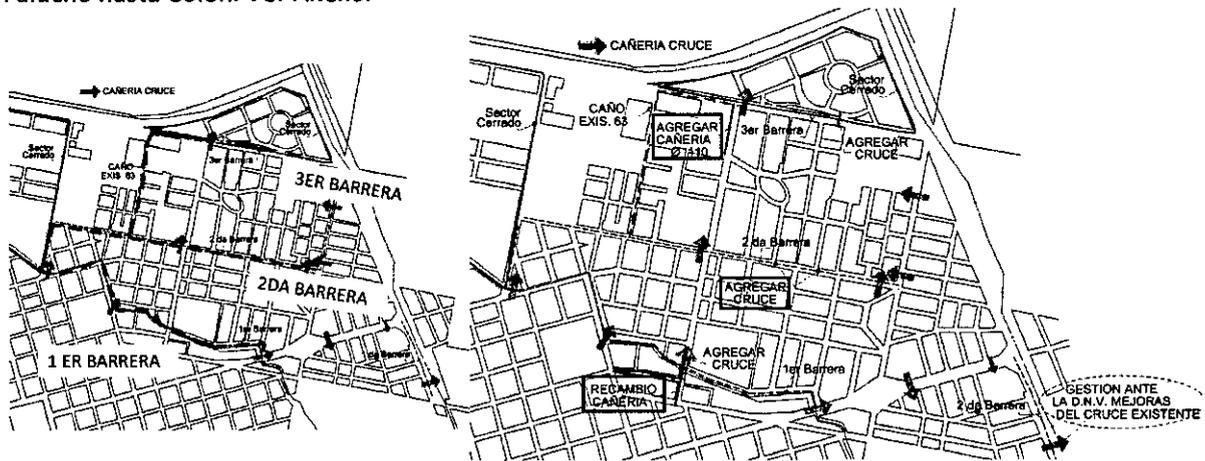

Ilustración 5; Conformación de la Red de Distribución de Agua Potable
- Conformación de la red de distribución (ilustración 5), esta presenta “Barreras” naturales o artificiales como Canal Norte, Calle Rafaela y Oroño. Estas barreras reducen la presión y reduce la velocidad de recuperación en cuanto a presión del sector ante cortes de suministro.